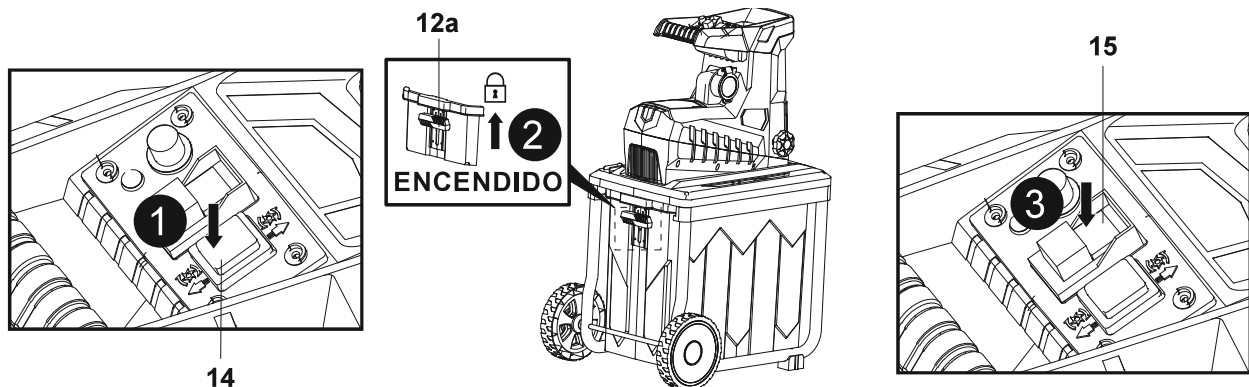

Fig. 10
1. Trocee los residuos de jardín húmedos o marchitos hasta un tamaño manejable tras almacenarlos durante varios días, antes de introducirlos en el canal de alimentación (2)
2. Asegúrese de que el interruptor de avance/retroceso (14) esté en la posición de avance "↓" y el interruptor de enclavamiento (12a) esté en su posición de encendido "ON" (Fig. 10, pasos 1 y 2).
3. Pulse el interruptor de encendido "I" (15) para encender el producto (Fig. 10, paso 3).